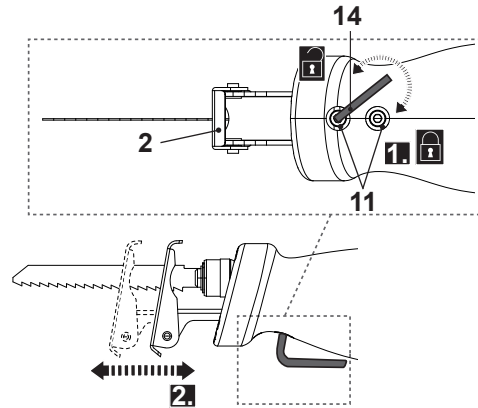

Fig. 4
- > Desaperte os dois parafusos do ajuste da placa guia (11) utilizando a chave sextavada (14) (Fig. 4, passo 1).
- > Deslize a placa guia (2) até a posição desejada e depois, aperte os parafusos do ajuste da placa guia (11) (Fig. 4, passo 2).